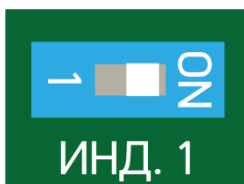

Рисунок 7.7
– снять крышку БОС. Включить сигнальный светодиод (поз.11, рисунок 7.1) установкой флажка выключателя (поз.3, рисунок 7.1) в правое положение (положение «ON») (рисунок 7.7);